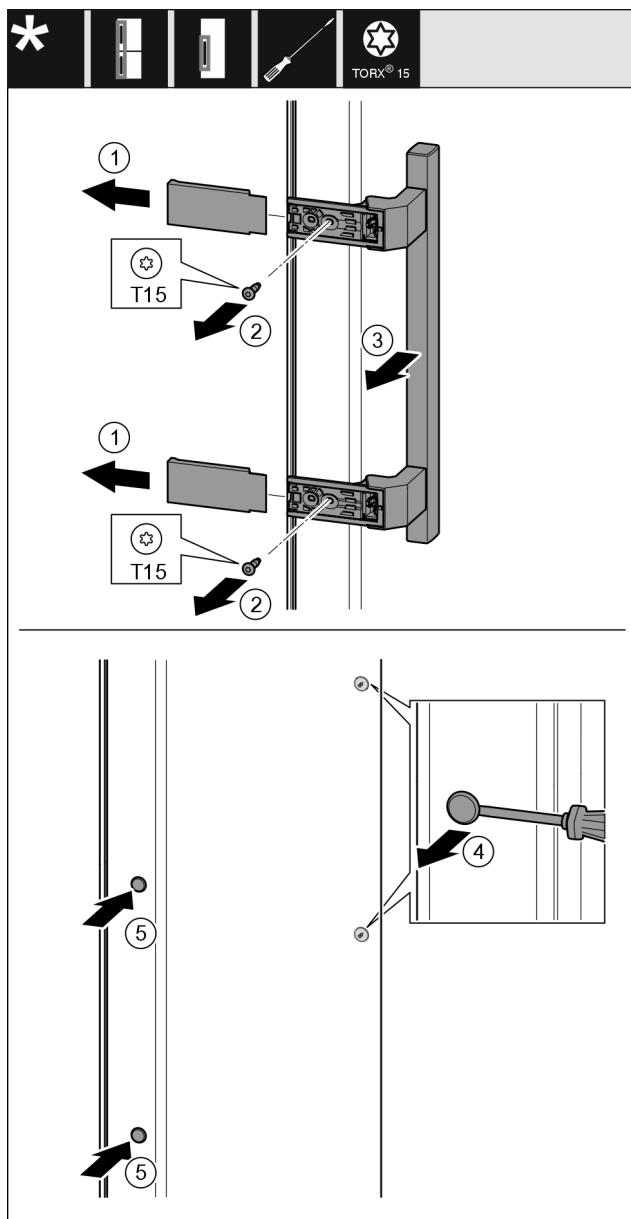

Fig. 19
- ▶ Abdeckung Fig. 19 (1) abziehen.
- ▶ Schrauben Fig. 19 (2) mit Schraubendreher herausdrehen.
- ▶ Griff Fig. 19 (3) abnehmen.
- ▶ Seitlichen Stopfen Fig. 19 (4) vorsichtig mit einem Schlitzschraubendreher anheben und herausziehen.
- ▶ Stopfen Fig. 19 (5) auf der anderen Seite wieder einsetzen.